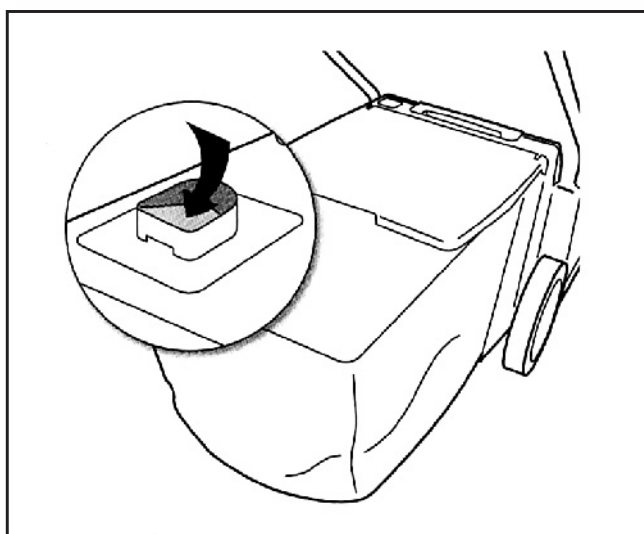

Fig. 17
- Soulevez le bouclier de sécurité, décrochez et retirez le sac de ramassage pour le vidanger. Habituez-vous à déceler le moment où le remplissage du sac est atteint et arrêtez-vous avant que l'herbe ne commence à s'accumuler sous le châssis. Les sacs de ramassage des modèles N37M et N40M disposent d'un indicateur de remplissage (Fig. 17). L'indication <STOP> apparaît lorsque l'herbe ne pénètre plus à l'intérieur du sac.
Acostúmbrese a determinar el momento en que el recogedor esté lleno y deténgase antes de que la hierba comience a acumularse en el chasis. Los recogedores de los modelos N37M y N40M presentan un indicador de llenado (fig. 17). La indicación <STOP> aparece cuando la hierba no puede penetrar al interior del recogedor.
Habitue-se a detectar o momento em que o cesto está cheio e parar antes que a relva comece a acumular-se debaixo do chassis. O cesto de recolha dos modelos N37M e N40M dispõem de um indicador de recolha (fig.17).
- Limpie la trampilla móvil regularmente con una escobilla (fig. 17).
- Limpe a pala móvel regularmente com uma vassourinha (fig.17).